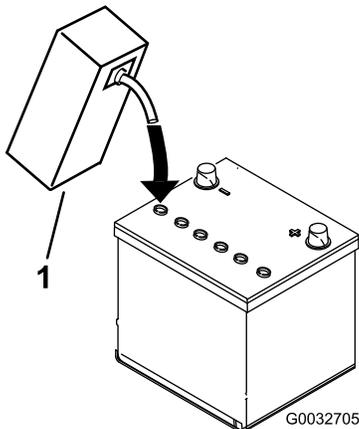

図 4
3. 各セルの電極板が液面下 6 mm 程度に水没するまで、電解液を慎重に入れる 図 4。
4. 電極板が液を吸収するまで20-30分間程度待つ。必要に応じて、電極板が 6 mm 程度水没するぐらいに電解液を補充する 図 4。